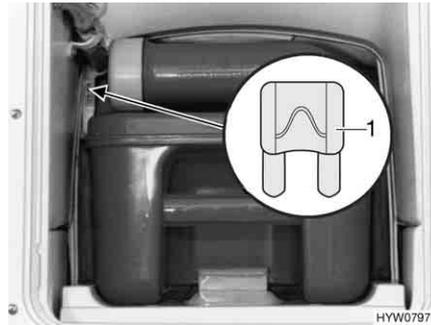

Bild 114 Sicherung der Thetford-Toilette
- Die Sicherung (Bild 114, 1) wechseln.